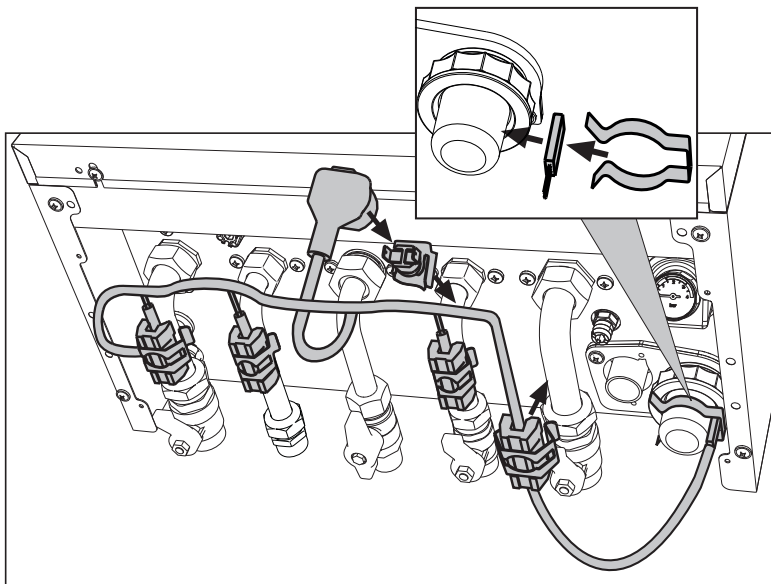

fig. 39- Kit antihielo
En caso de instalación en el exterior, en un lugar parcialmente resguardado para temperaturas inferiores a  $-5^{\circ}\text{C}$  y hasta  $-15^{\circ}\text{C}$ , se debe instalar el kit antihielo para proteger el circuito. Conecte el kit a la tarjeta electrónica mediante la conexión indicada en el esquema eléctrico de fig. 60 (288) y coloque el termostato y los calentadores en los tubos de la manera ilustrada en fig. 39 y en las instrucciones adjuntas al kit.